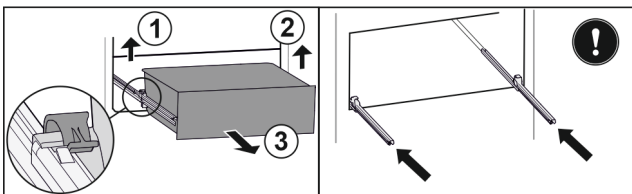

Fig. 73
- ▶ Приподнимите левый зажим и одновременно вытяните движением вперед выдвижной ящик слева. Fig. 73 (1)
- ▶ Приподнимите правый зажим и одновременно вытяните движением вперед выдвижной ящик справа. Fig. 73 (2)
- ▶ Извлеките выдвижной ящик движением вперед. Fig. 73 (3)